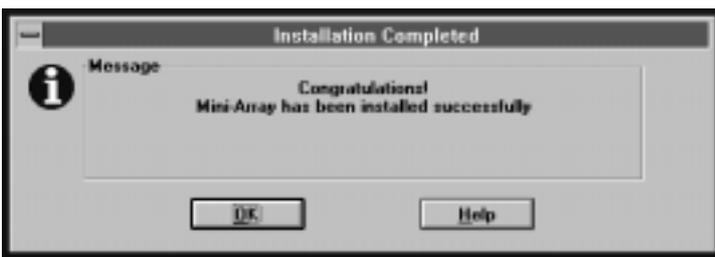

Abb. 19. Installation der MINI-ARRAY-Software: “Installation Complete”
5. Ein **Installation Completed**-Dialogfenster erscheint (Abbildung 19). Wählen Sie **OK**.